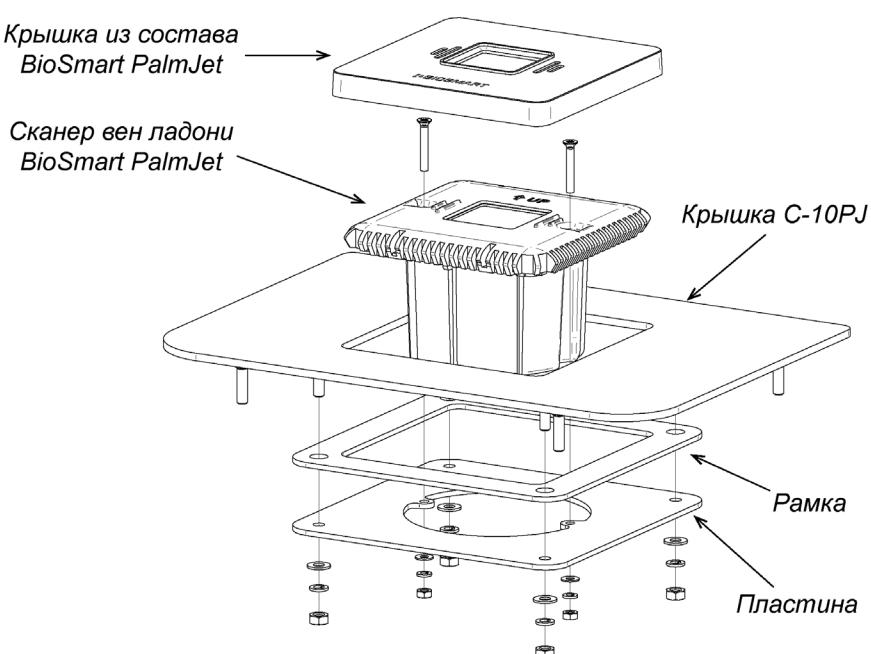

Рисунок 33. Боковая крышка PERCo-C-10PJ со сканером вен ладони BioSmart PalmJet
- Подключите монетоприемник к СОМ-порту ПК при помощи кабеля ***WEL-R7U06*** (имеется в комплекте поставки), разъем для подключения расположен на боковой панели монетоприемника (см. рис. 33).
- Подайте питание на монетоприемник (контакты 1 и 2 клеммной колодки ***XTU4***, см. рис. 23). Загорится индикатор (показан на рис. 33).
9. Проверьте положение микропереключателей на боковой крышке монетоприемника (см. рис. 33):